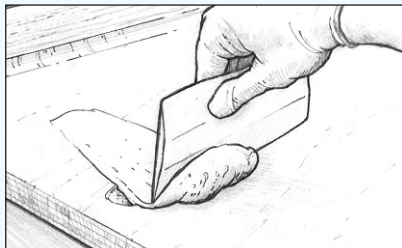

Figure 22 Appliquer les composants d'enduit pour remplir les trous et les modeler.
4. Étalez le mélange époxy épaissi avec une raclette en plastique et comblez les vides et les creux. Lissez le mélange jusqu'à obtenir la forme désirée, laissant le mélange légèrement plus haut que les surfaces environnantes (*Figure 22*). Enlevez tout excédent de mélange époxy épaissi avant qu'il ne durcisse. Si les trous à remplir font plus de 12 mm de profondeur, appliquez le mélange d'enduit en plusieurs fois en laissant chaque application durcir partiellement avant de continuer et/ou utilisez le durcisseur lent 206 ou le durcisseur extra lent 209 en fonction de la température ambiante.